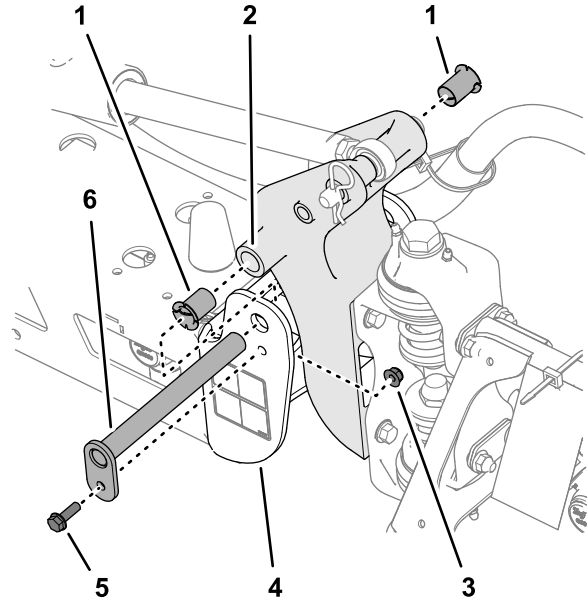

Figure 120
3. Retirez le boulon et l'écrou qui fixent l'axe de pivot, et déposez celui-ci (Figure 120).
5. Déposez et examinez les bagues en nylon à l'avant et à l'arrière du support de pivot (Figure 120).
6. Lubrifiez les bagues en nylon avec un peu d'huile et insérez-les dans le support de pivot (Figure 120).
7. Alignez les trous du support de pivot et les trous du profilé d'extrémité (Figure 120).